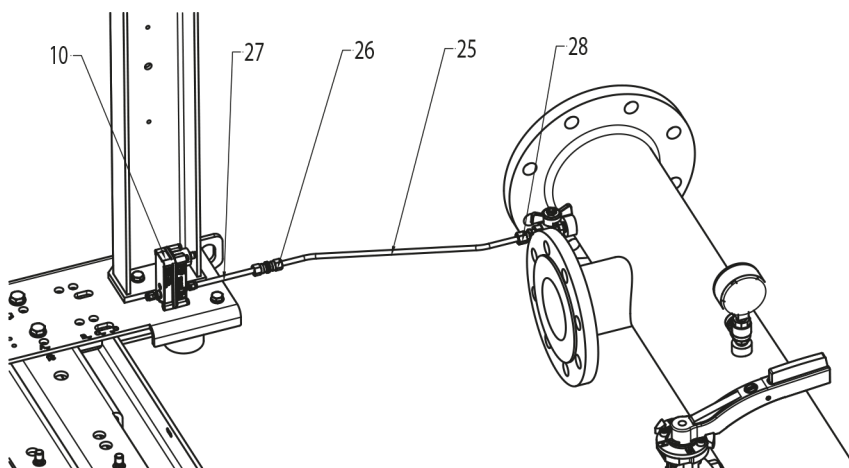

Fig. 9: Connexion du distributeur de pression et du transmetteur de pression
Pour la connexion entre le distributeur côté refoulement et le transmetteur de pression, utiliser les tuyaux de diamètre 6 mm fournis (Fig. 9, pos. 25, 27) et les monter à l'aide du raccord vissé (Fig. 9, pos. 26). Relier ensuite ce sous-ensemble au transmetteur de pression (Fig. 9, pos. 10) et à la robinetterie G1/4" (Fig. 9, pos. 28).